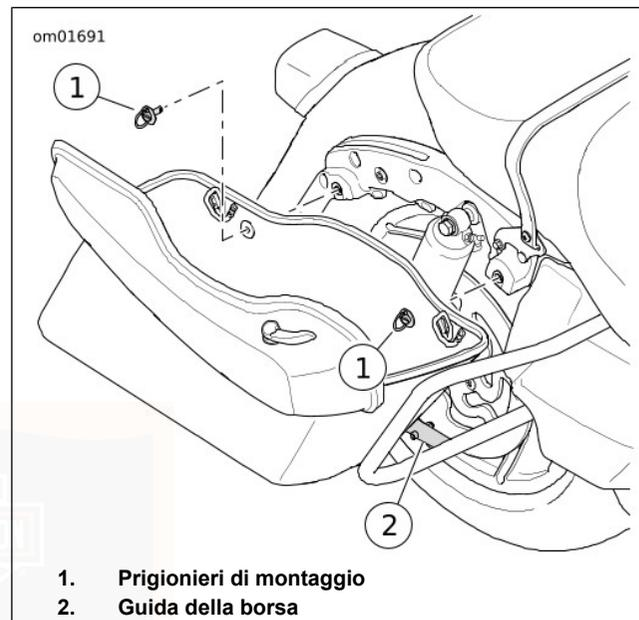
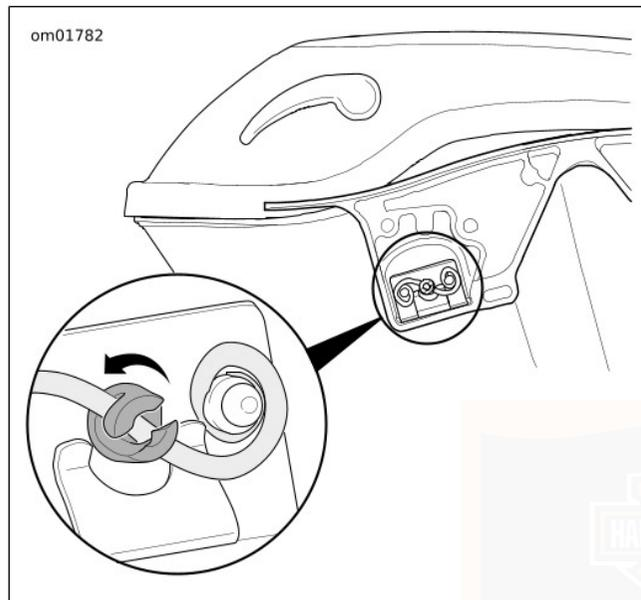

Figura 37. Rimozione/installazione della borsa
Figura 38. Installazione dei prigionieri di montaggio (vista in sezione)
2. Vedere Figura 37. Girare i prigionieri di montaggio di 1/4 di giro in senso antiorario per sganciare la borsa dalla staffa di montaggio.
2. Vedere Figura 37. Spingere i prigionieri di montaggio e girarli in senso orario di 1/4 di giro per montare la borsa sulla staffa. Il prigioniero di montaggio deve inserirsi saldamente nel fermo tubolare, come indicato nella Figura 38.